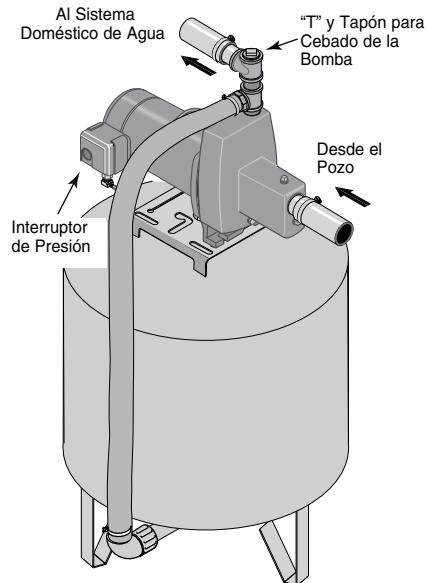

Figura 4: Conexiones del Tanque Pre-cargado
CONEXIÓN PARA TANQUE PRE-CARGADO (FIGURA 4)
Paso 1. Instale dos "T"s en el puerto de descarga de la bomba (Vea la figura 4). El tamaño de la bomba debe de ser por lo menos tan grande como el puerto de descarga.